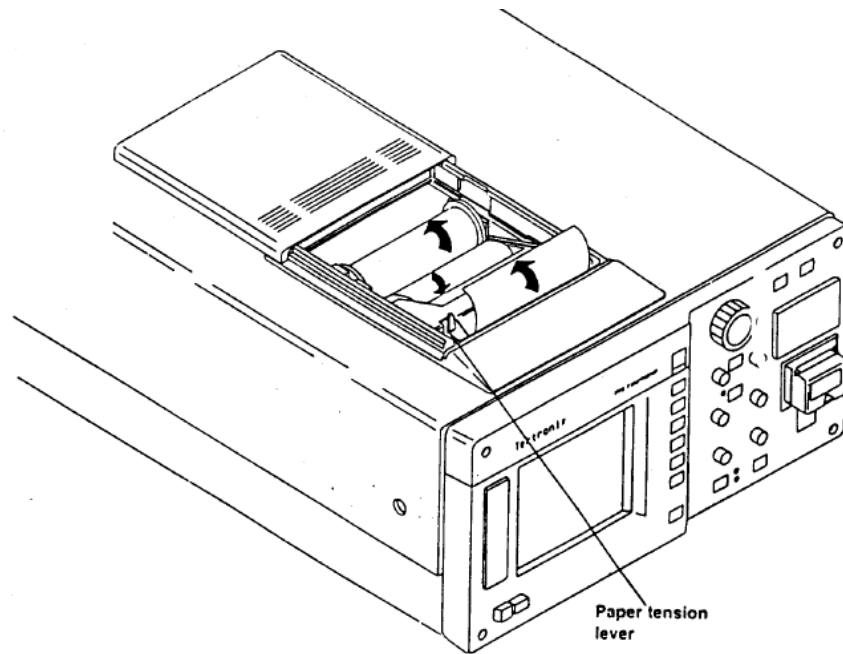

Figura 2-8. Cómo Cargar el Papel en la Impresora Interna
6. Introduzca el papel en la ranura de la guía para papel hasta que salga por el frente de la guía de aluminio para papel. Ver figura 2-8. Las flechas indican la dirección en que debe ponerse el papel.